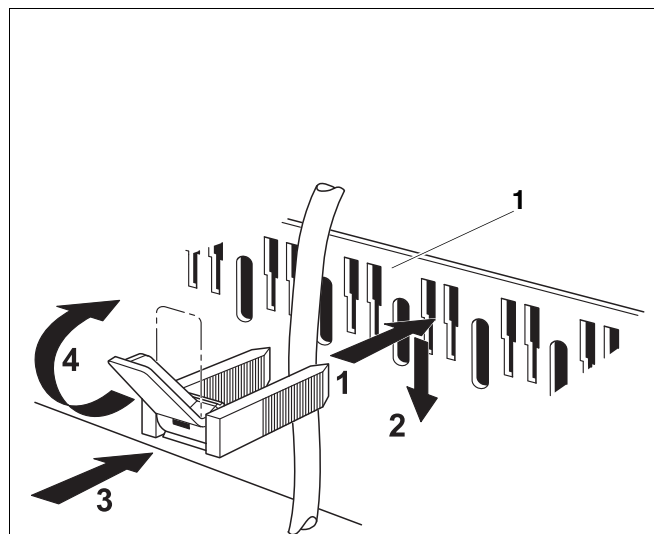

Рис. 19 Крепление провода хомутом
- Вставьте хомут с вложенным в него проводом сверху в шлицы рамки (Рис. 19, поз. 1), пластинка рычага при этом должна быть направлена вверх (Рис. 19, шаг 1).
- Сдвиньте хомут вниз (Рис. 19, шаг 2).
- Нажмите на хомут (Рис. 19, шаг 3).
- Поверните рычажок вверх (Рис. 19, шаг 4).